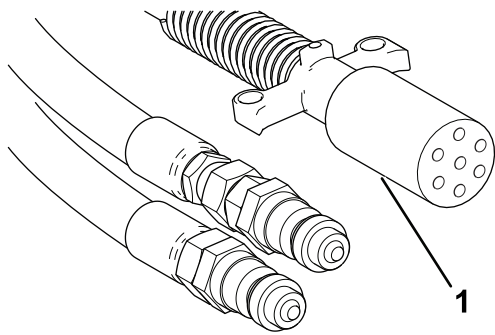

Figura 21
- Collegate il cavo a spirale a 7 pin alla presa sulla macchina e sul trattorino (Figura 21).